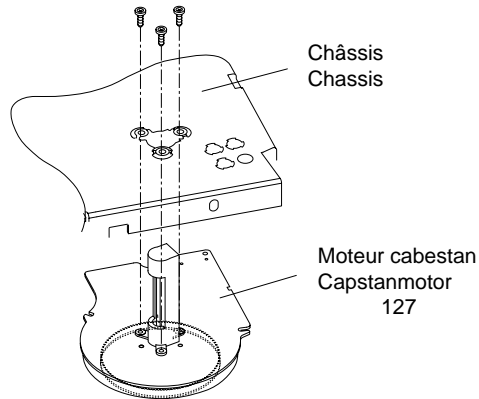

Fig. 17
- Dévisser les 3 vis de fixation (Fig. 17) sur la partie supérieure et retirer le moteur cabestan de la mécanique par le bas.
- Remove the driving belt (pos.126).
- Remove the three capstan motor fixing screws (Fig. 17) and withdraw the capstan motor downward from the tape deck.